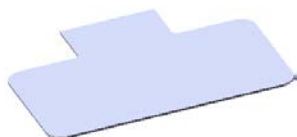
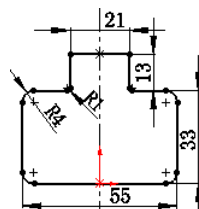

图 16.6.38 基体—法兰 1
图 16.6.39 横断面草图
Step2. 创建图 16.6.38 所示的钣金基础特征——基体—法兰 1。
(1) 选择命令。选择下拉菜单 **插入(I)**  **钣金(B)**  **基体法兰(A)...** 命令(或单击“钣金”工具栏上的“基体法兰/薄片”按钮 )。
(2) 定义特征的横断面草图。
① 定义草图基准面。选取前视基准面作为草图基准面。
② 定义横断面草图。在草图环境中绘制图 16.6.39 所示的横断面草图。
③ 选择下拉菜单 **插入(I)**  **退出草图** 命令, 退出草图环境, 此时系统弹出“基体法兰”对话框。
(3) 定义钣金参数属性。在 **钣金参数(S)** 区域的  文本框中输入厚度 0.5, 取消选中 ☐ **反向(E)** 复选框。